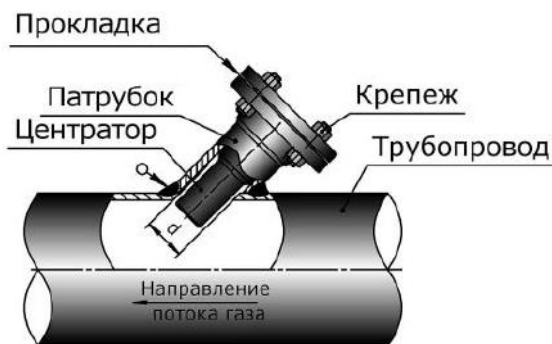

Рисунок 2.19 – Установка центратора в патрубок
- в патрубок установите и закрепите центратор (рисунок 2.19). Центратор одновременно является заглушкой для герметизации трубопровода при демонтаже преобразователя расхода;